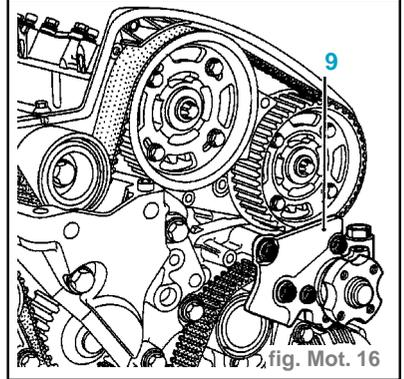
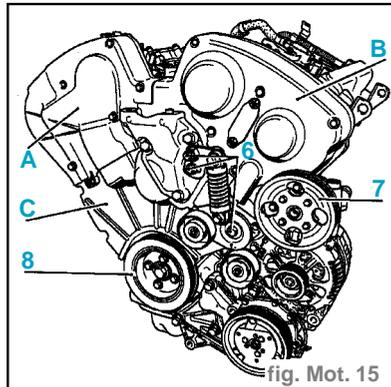

fig. Mot. 16
fig. Mot. 15
- Déposer (fig. Mot. 15) :
- le tendeur dynamique de courroie accessoires en (6),
- la poulie de pompe de direction assistée (7),
- les carters de distribution (A) et (B),
- la poulie de vilebrequin (8),
- le carter inférieur de distribution (C),
- la carter tôle (9). (fig. Mot. 16)